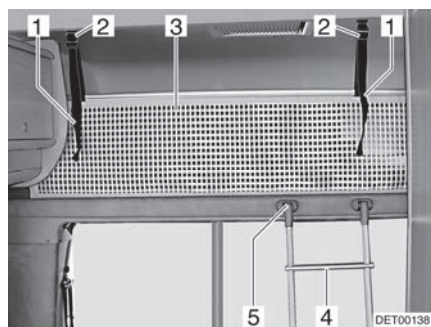

Fig. 96 Letto mansarda
Per salire sul letto mansarda, utilizzare la scaletta di accesso (Fig. 96,4) in dotazione ai modelli di serie.
- Agganciare la scalette con i longheroni nell'apposito supporto (Fig. 96,5) al diaframma della mansarda.
La rete protettiva (Fig. 96,3) è stivata sui modelli di serie tra il materasso e il telaio portamaterasso. Fissare la rete protettiva soltanto dopo che le persone si sono stese nel letto mansarda.
- Far innestare i nastri di sostegno (Fig. 96,1) nei supporti (Fig. 96,2) sul soffitto.